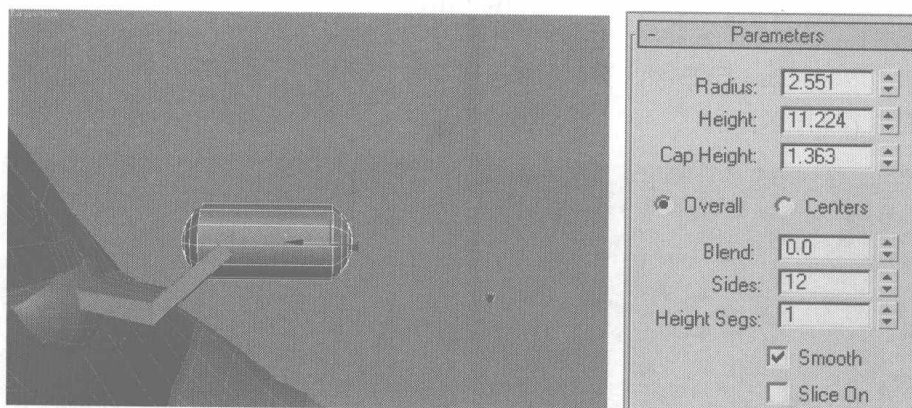

图 7.205
- 20 旋转物体的方向，在控制面板下的展卷栏中设置物体的数值，如图 7.205 所示。